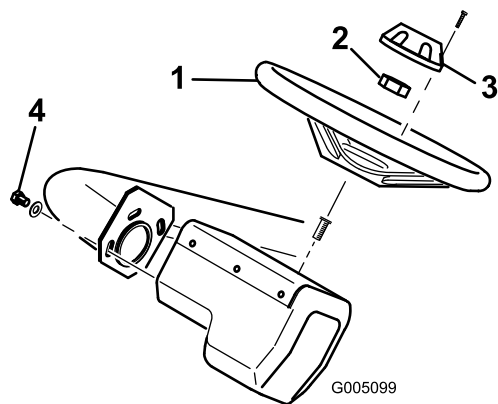

Figura 7
1. Deslice el volante sobre la columna de dirección y fíjelo con la contratuerca (Figura 7). Apriete la tuerca a 32 pies-libra (43 Nm).
2. Sujete el embellecedor al volante con el tornillo (Figura 7).
Nota: El volante puede ajustarse hacia adelante y hacia atrás para mejorar el confort del operador, aflojando los tres tornillos de montaje, moviendo el volante a la posición deseada, y apretando los tornillos (Figura 7).